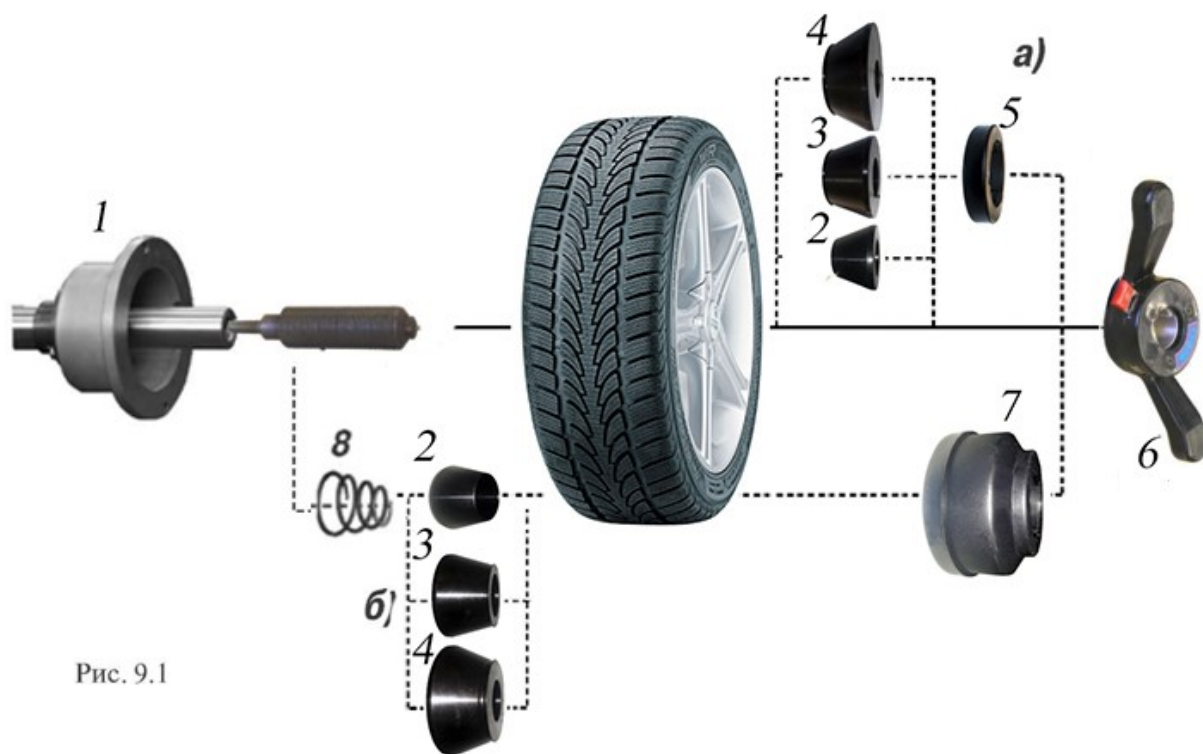

Рис. 9.1
зависимости от конфигурации обода конус может быть установлен как с внешней стороны обода (вариант "а"), так и с внутренней (вариант "б") (см. рис. 9.1)
9.5. СБ оборудован педалью для ускорения установки колеса по (варианту «б») (см. рис. 9.1) Установите колесо на конус, установите быстросъёмную гайку, нажмите два раза педаль, удерживая колесо и быстросъёмную гайку. Вал СБ начнет вращаться, зажимая колесо, когда колесо будет зажато вращение вала остановится. Окончательно затяните колесо быстросъёмной гайкой вручную.